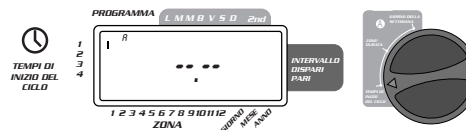

FIGURA 5: Visualizzatore a cristalli liquidi con orario di avvio
- Il modo di impostazione dell'orario di avvio è uguale per entrambi i programmi. Ruotare il selettore girevole sulla posizione **ORA D'INIZIO** nel programma che si vuole impostare. Il visualizzatore mostrerà A o B a seconda del programma selezionato. Il visualizzatore mostrerà — ed un cursore lampeggiante nella posizione **INIZIO 1** [vedi figura 5].